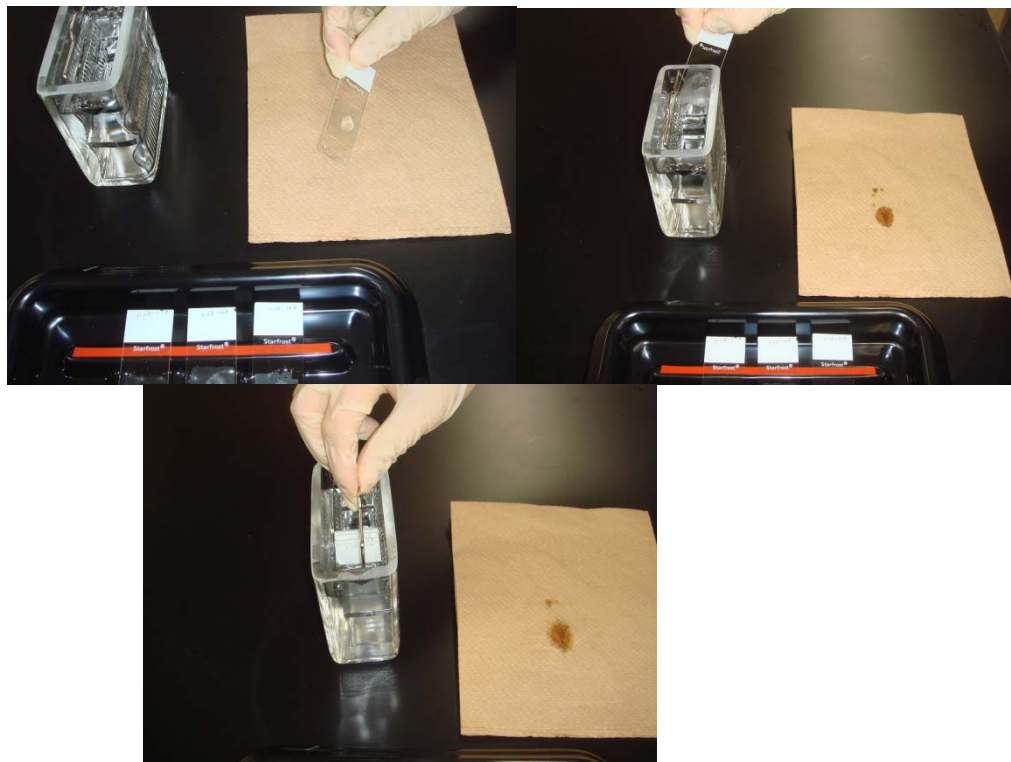

Fig.8 Wash Buffer による洗浄操作
④ 2分間 Wash Buffer で3回洗浄(Fig. 8)